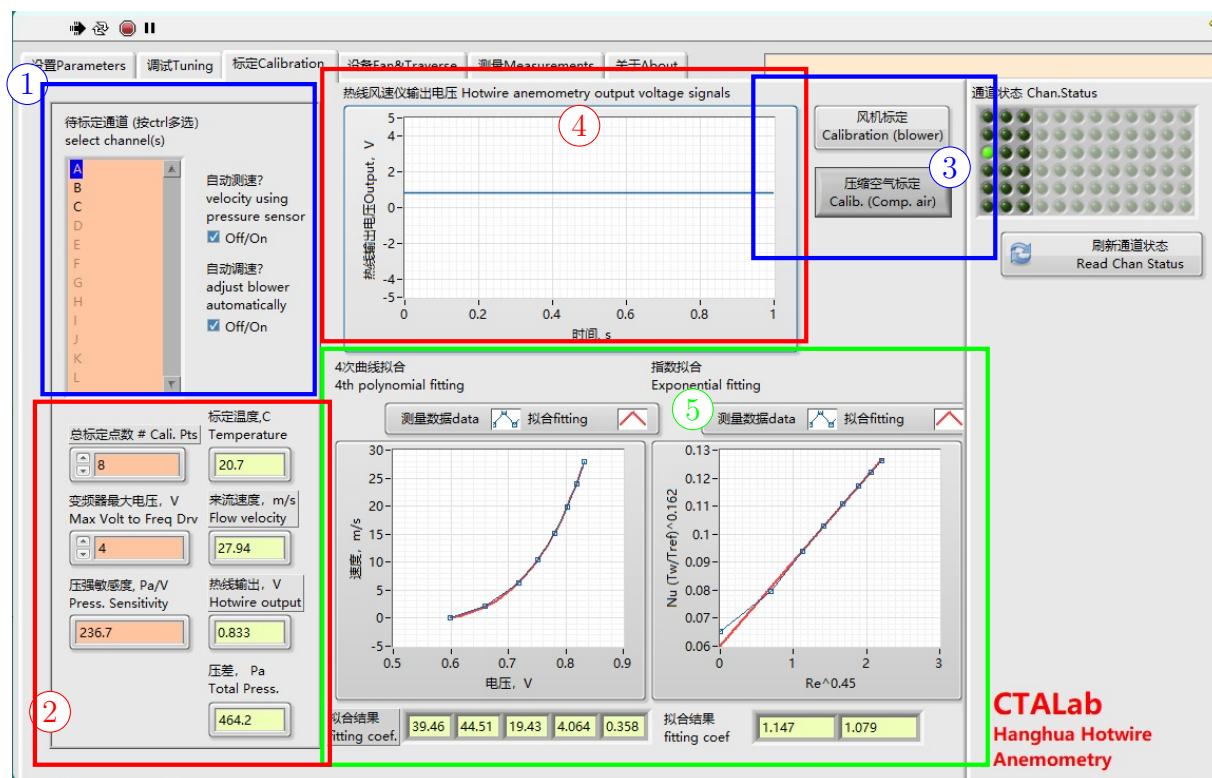

图 17: 标定界面分为不同的功能区：①选择通道及标定方法、②设定标定参数并观察标定过程中输出的均值、③ 开始标定按键、④标定过程中热线实时数据、⑤ 两种不同的标定结果。
在用户完成参数设置、开启热线通道并进行了调试之后，下一步可进行探头标定。完成标定过程可以确定热线风速仪的输出电压与气体流速的对应函数关系。标定选项卡界面见图17。根据用户选购的配件及使用需求，航华CTA04提供多种不同标定方式（见表7），包括：
标定过程，根据用户设备的不同分为以下几个方案，每个方案一个小节。操作界面见图17。
自动标定指的是软件系统在收到“开始标定”指令后自动改变风速、自动测量风速及热线输出电压的均值、自动拟合获得标定结果，并将结果存盘的过程。用户需在图17内①区进行如下选择